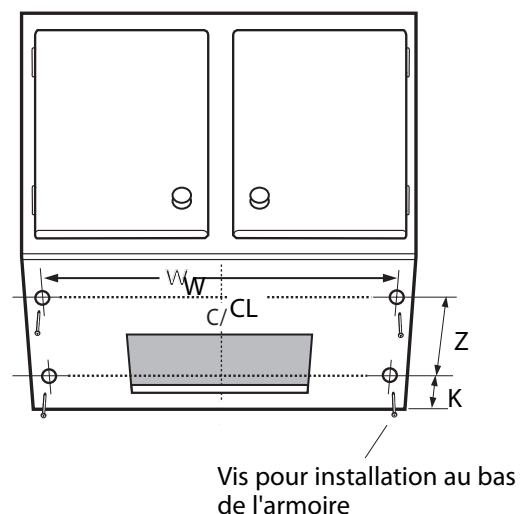

FIG. 8
- Reportez-vous à la partie supérieure de la hotte et à la figure 8. Tracez deux lignes, une à la distance 'K' à partir du mur, l'autre à la distance 'Z' à partir de la ligne précédente. REMARQUE : Ces lignes doivent être perpendiculaires à l'axe médian de l'armoire. Marquez 4 points, deux le long de chaque ligne à une distance égale à la moitié de W à partir de l'axe médian, afin de déterminer l'emplacement des vis.